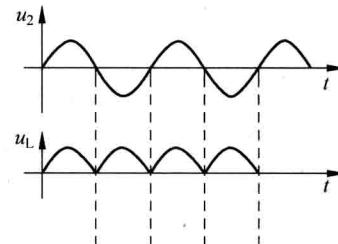

图 1.17 整流波形
③ 工作原理。当 u_2 正半周时, D_1 、 D_3 导通, D_2 、 D_4 截止；当 u_2 负半周时, D_2 、 D_4 导通, D_1 、 D_3 截止。其整流波形如图 1.17 所示。